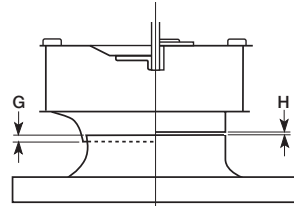

Figura 8 : Dimensión de Superposición y Espaciado de la Rueda
1. Verifique que todos los tornillos de fijación y los sujetadores estén apretados. La rueda debe girar libremente y estar alineada como se muestra en la Figura 8.